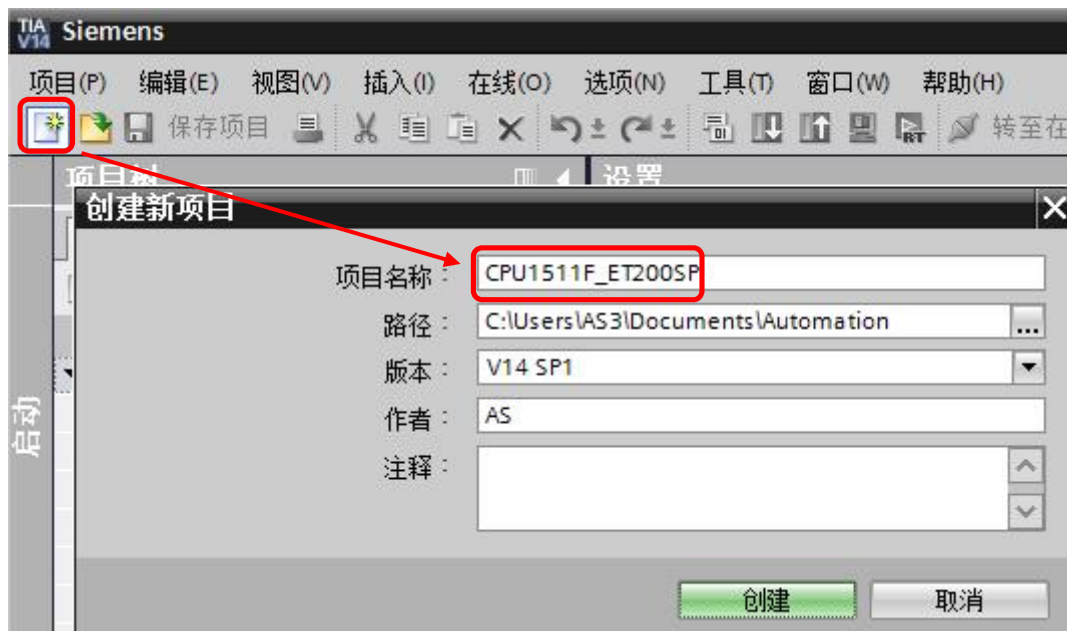

图 2-1 创建项目
- 1) 点击“新建项目”输入项目名称（CPU1511F_ET200SP），点击“OK”，完成项目创建，如图 2-1 所示。